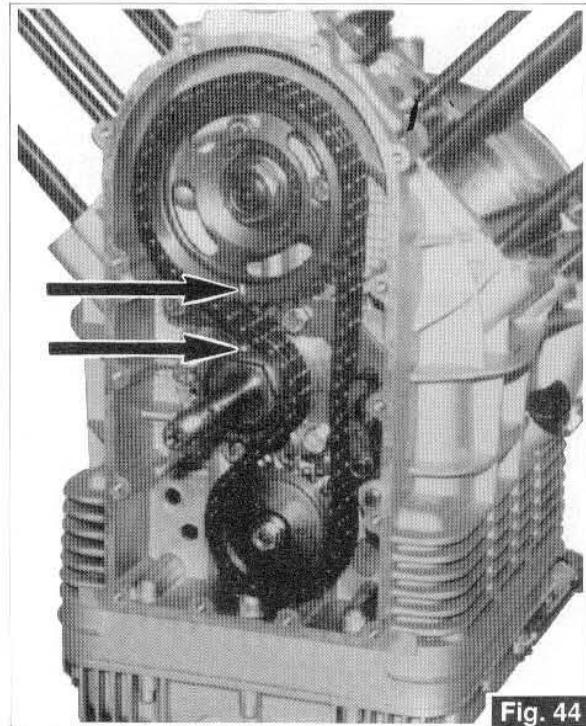

Fig. 44
- Dans la Fig. 44 on a mis en évidence les repères pour le diagramme du moteur à rétablir lors du remontage successif.
- Auf der Abbildung 44 finden Sie die nach dem Wiedereinbau wiederherzustellenden Verteilerphasen gekennzeichnet.